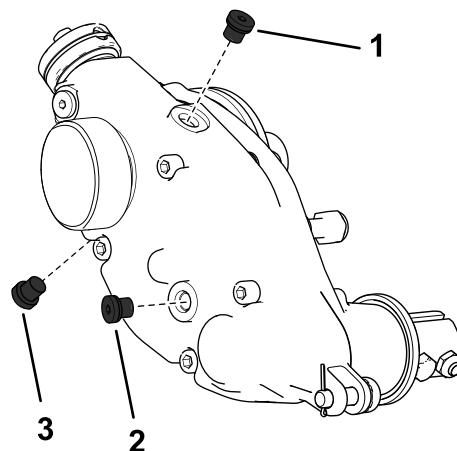

Figura 26
2. Retire el tapón de vaciado en la parte inferior de la carcasa (Figura 26).
3. Retire el tapón de llenado del lado de la carcasa y afloje el tapón de ventilación de aire en la parte superior, de modo que pueda pasar el aire (Figura 26).